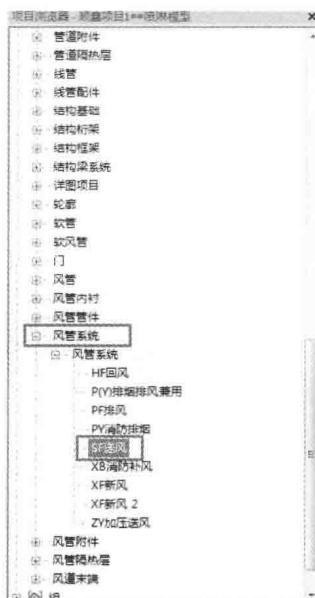

图 2.1-3
1) 在项目浏览器中，展开“族”选择“风管系统”中的“SF 送风”，如图 2.1-3 所示。